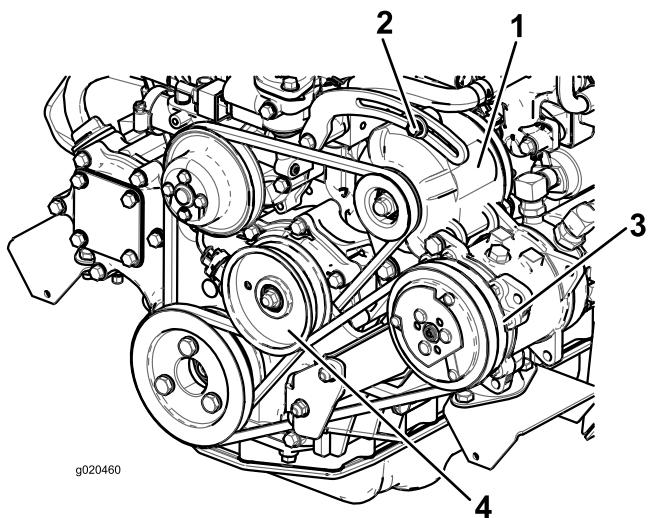

Figura 76
Si la desviación no es de 10 mm (⅜"), afloje los pernos de montaje del alternador (Figura 76).
- Si la desviación no es de 10 mm ($\frac{3}{8}$ "), afloje el perno de montaje de la polea tensora (Figura 76).